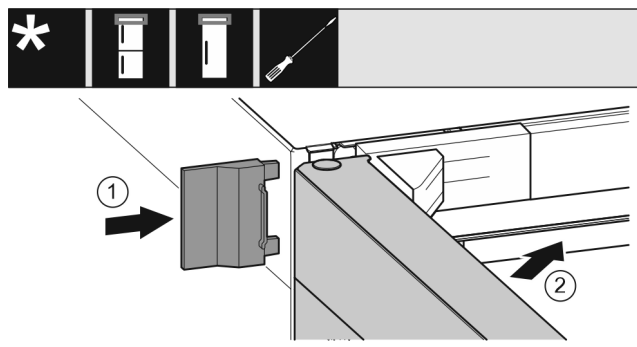

Fig. 26
- ▶ Insérer le cache extérieur Fig. 26 (1).
- ▶ Fermer la porte supérieure Fig. 26 (2).